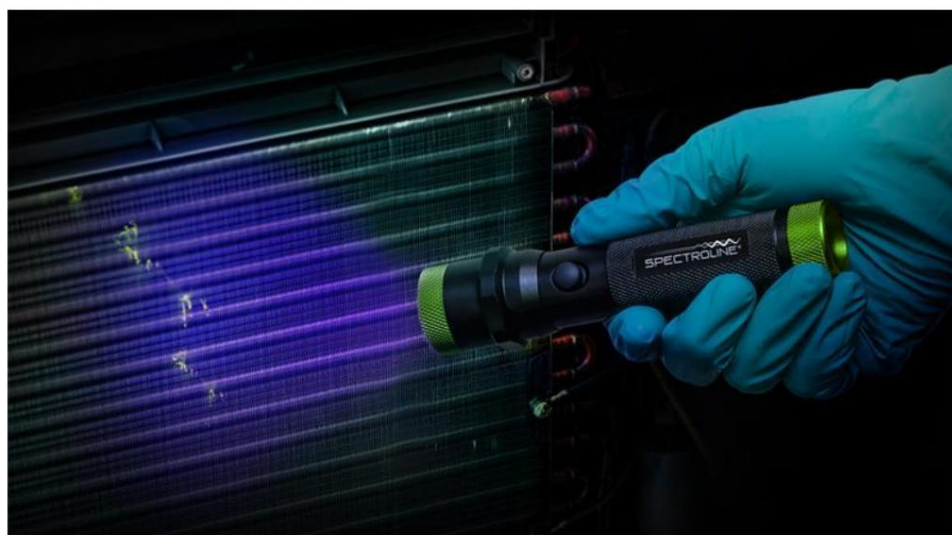

Figure 10 : Détection de fuite du condenseur de climatisation à l'aide d'une lumière UV
Méthode de détection des fuites de gaz : les fuites peuvent être détectées à l'aide d'une lumière ultraviolette (UV). (Figure 10)